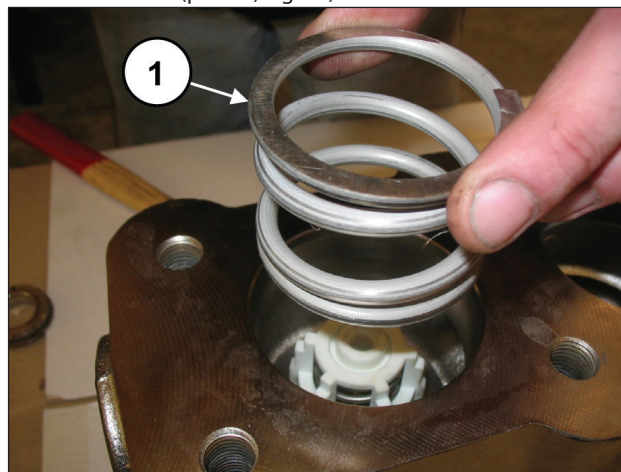

Fig. 91
Extraer el muelle (pos. ①, Fig. 91).